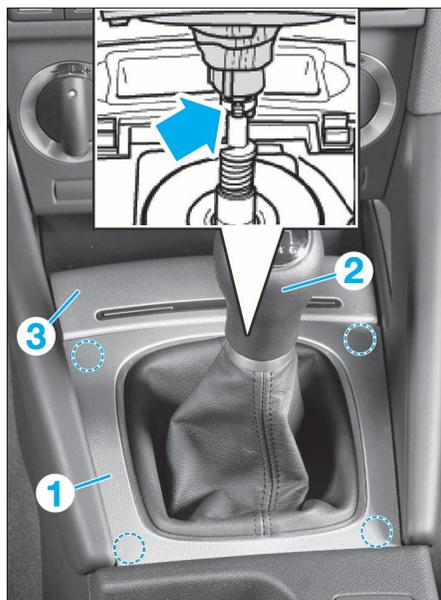

FIG. 10
- Dégrafer l'enjoliveur (1) puis déposer le pommeau (2) de levier de vitesses (flèche) (Fig.10).